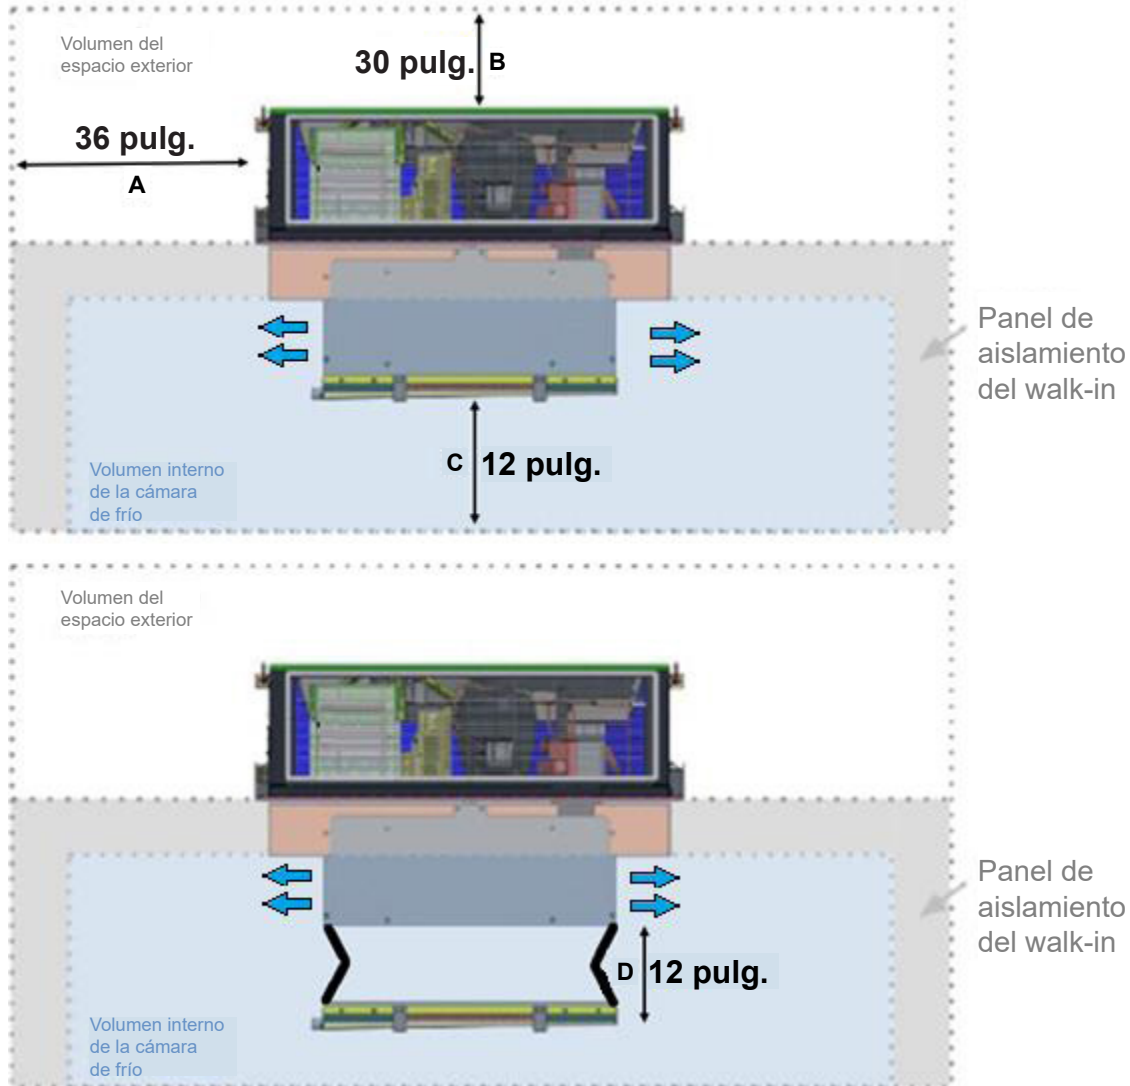

Figura 5 – Dimensiones del acceso para el mantenimiento
- A efectos del mantenimiento, las distancias mínimas recomendadas se muestran en la Figura 5: